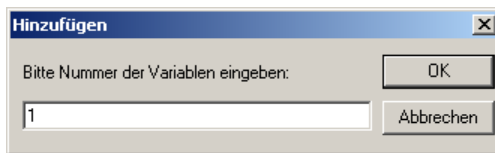

Bild 4-44 Eingabefeld für Variablennummer
2. Wählen Sie die Option *Neue Variable*. Sie erhalten den Dialog *Hinzufügen* zur Eingabe der Variablennummer (siehe Bild 4-44).
3. Geben Sie die Variablennummer ein (siehe Bild 4-44). Die Variablennummer ist eine reine Verwaltungsnummer innerhalb einer Dekodierung im Bereich von 1 bis 999. Sie muss innerhalb des zu dekodierenden Objektes eindeutig sein.